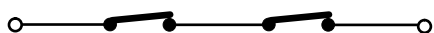

Fig. 32
N.B. Se due o più dispositivi di sicurezza hanno la stessa funzione (apertura, chiusura, apertura e chiusura, costa) i contatti vanno collegati in serie tra di loro (fig. 32).
Per installare più dispositivi di sicurezza collegare i contatti N.C. in serie (fig. 32).